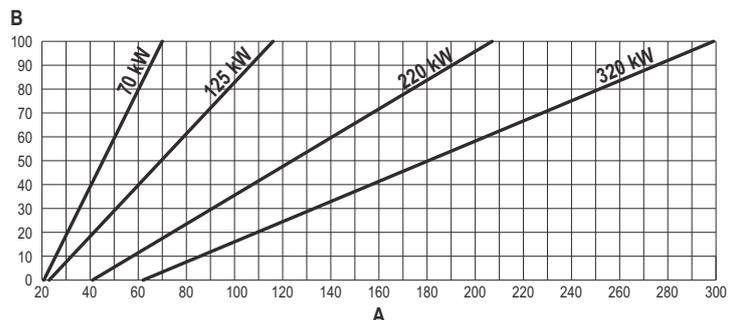

fig. 64
- Appuyer sur les touches contextuelles 1 et 2 pour augmenter ou diminuer la puissance thermique (minimum = 00 - maximum = 100). Voir diagramme « Réglage Puissance Thermique » (fig. 64).